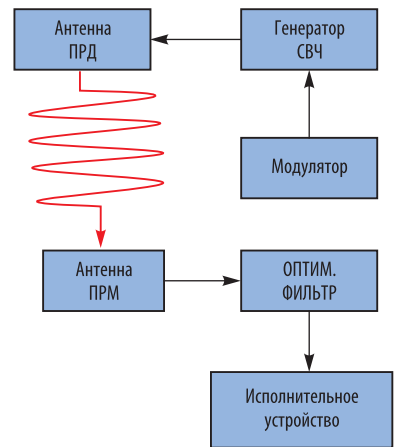

Рис. 7. Радиоволновое СО с оптимальным фильтром.
- **Обнаружитель с оптимальным фильтром** – схема, выдающая сигнал при наличии в исследуемом сигнале заданной частоты с определенной амплитудой. На рис. 7 показан пример применения оптимального фильтра в радиоволновом СО. Антенна передатчика (ПРД) излучает пакеты импульсов с частотой генератора СВЧ, и длительностью задаваемой модулятором. Оптимальный фильтр выделяет возвращаемую частоту сигнала с антенны приемника (ПРМ). Если она больше или меньше заданного порога (нарушитель идет к нам или от нас), то исполнительное устройство формирует сигнал тревоги.